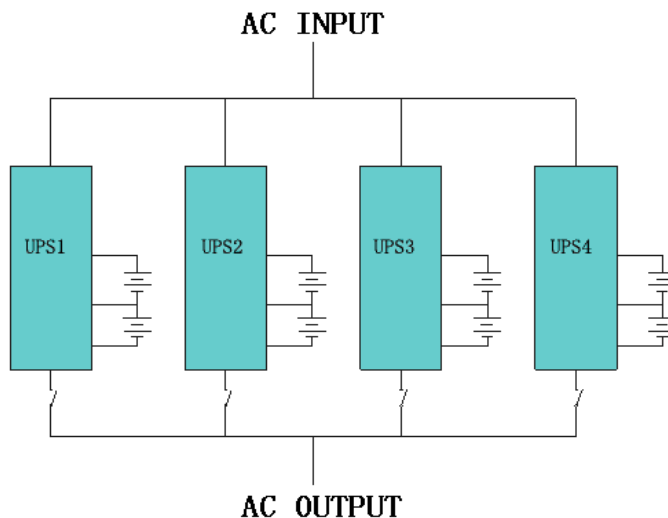

Fig. 4-1 Conexión en paralelo
- 2) Conecte todas las salidas del SAI paralelo a un cuadro de conexiones mediante interruptores individuales de protección antes de conectar las cargas. Véase la Fig. 4-1.
- ① Modo de trabajo: seleccione funcionamiento en Paralelo (PAL);
- ② ID paralelo: ajustar el ID único y diferente de cada SAI uno a uno;
- ③ Número paralelo: ajustar el número de SAI que forman el agrupamiento paralelo.